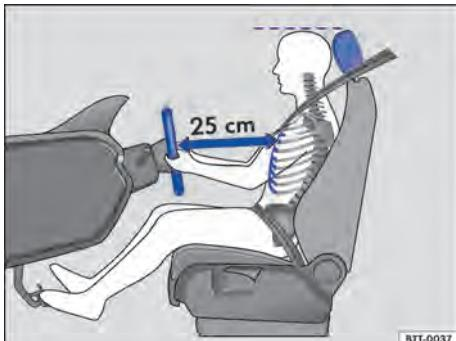

Fig. 41 A distância correta entre o condutor e o volante deve ser de, no mínimo, 25 cm.
- Ajustar o apoio para cabeça de modo que a sua borda superior se encontre preferencialmente na mesma linha da parte superior da cabeça – porém não abaixo da altura dos olhos. Posicionar a nuca tão próxima quanto possível do apoio para cabeça ⇒ Fig. 41 e ⇒ Fig. 42.
- Ajustar o volante de modo que a distância entre ele e o tórax tenha no mínimo 25 cm ⇒ Fig. 41 e que o condutor possa segurar o volante pela borda externa com as duas mãos e os braços ligeiramente dobrados.